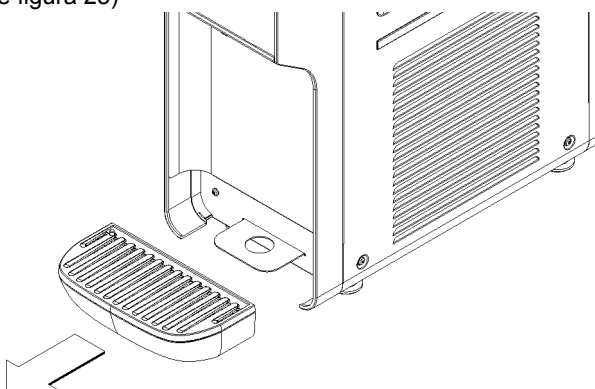

figura 23
- 9 Rimuovere il cassetto raccogliogocce dalla sua sede. (vedere figura 23)